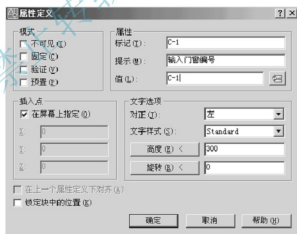
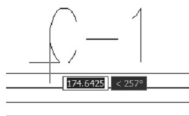
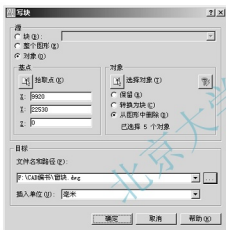

图 3.80 【属性定义】对话框
图 3.81 放置属性值 C-1
图 3.82 【写块】对话框
按照如图 3.80 所示的参数设置【属性定义】对话框, 并将 C-1 属性值放置在如图 3.81 所示的位置。
(1) 在命令行输入“W”后按 Enter 键, 打开【写块】对话框。
(2) 如图 3.82 所示, 在【源】选项组中点选【对象】单选按钮, 表示要选择屏幕上已有的图形来制作图块。
(3) 在【基点】选项组中, 单击【拾取点】按钮 , 此时对话框消失。
(4) 在指定插入点: 提示下, 捕捉窗图形的左下角点作为“窗”图块的基点 (“窗”图块插入时的插入点), 此时又返回对话框。
(5) 在【对象】选项组中, 单击【选择对象】按钮 , 此时对话框消失。
(6) 在选择对象: 提示下, 选择图 3.81 中的“窗”图形和属性值 C-1 作为需要定义为块的对象, 然后按 Enter 键返回对话框。
(7) 在【对象】选项组中, 点选【从图形中删除】单选按钮, 即块制作好后将源对象删除, 如图 3.82 所示。
由图 3.80 中的【属性定义】对话框可知,在定义窗编号属性时所选择的文字样式为“Standard”,该文字样式的宽度比例为“0.7”,但“窗”图块在插入时,沿 X 方向放大为 2.4 倍,所以其宽度比例变成 $0.7 \times 2.4 = 1.6$,需要将其改回“0.7”。